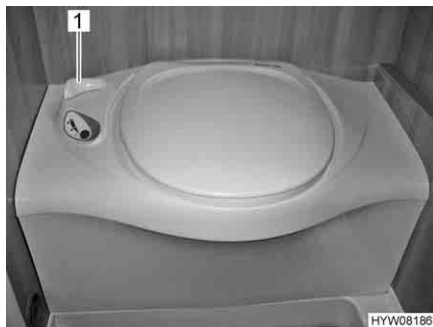

Bild 195 Thetford-Toilette
- Vor dem Spülen den Schieber der Thetford-Toilette öffnen. Dazu den Schieberhebel (Bild 195,1) entgegen dem Uhrzeigersinn drehen.
- Nach dem Spülen den Schieber schließen. Dazu den Schieberhebel (Bild 195,1) im Uhrzeigersinn drehen.